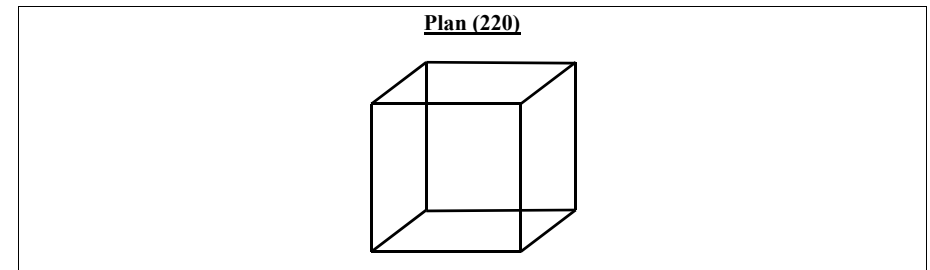

Figure 8.4. Vue 3D (système cubique).
2.1. Représenter le plan (220) sur le schéma 3D de la Figure 8.4.